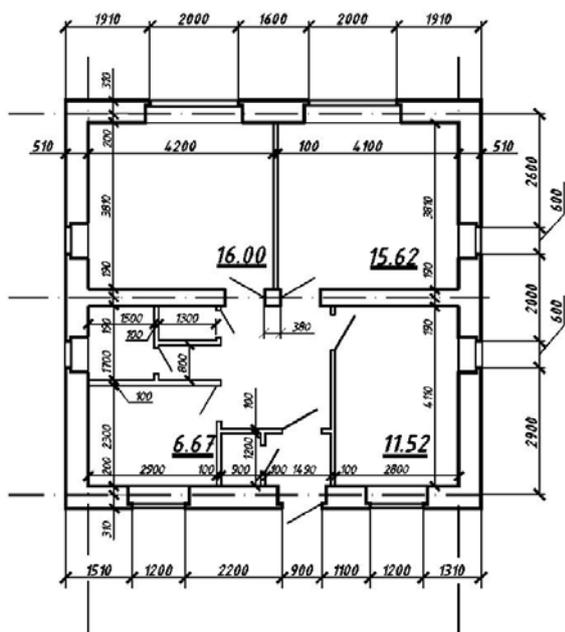

Рис.5 – Двери, площади
5. Оформить дверные проёмы. Над чертой в правом нижнем углу помещений проставить площади, рассчитанные при помощи команды «ПЛОЩАДЬ (_AREA)» (рис.5).